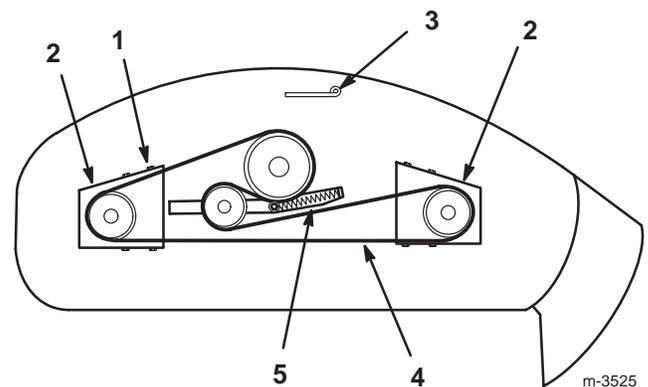

Bild 35
2. Entfernen Sie die Befestigungsschrauben der Riemen-scheibenabdeckungen und die Riemenabdeckungen von beiden Schnittmesser-Riemen-scheiben (Bild 35).
3. Lösen Sie die Feder (Bild 35).
4. Nehmen Sie den Riemen von den Scheiben ab (Bild 35).
2. Setzen Sie die Feder ein (Bild 35).
3. Montieren Sie die linke und rechte Riemenabdeckung mit den Befestigungsschrauben (Bild 35).